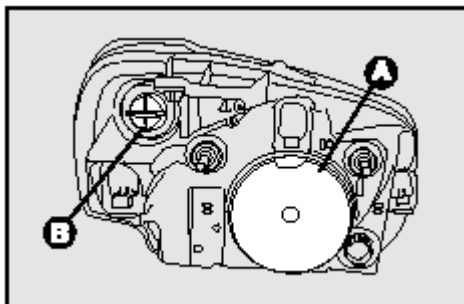
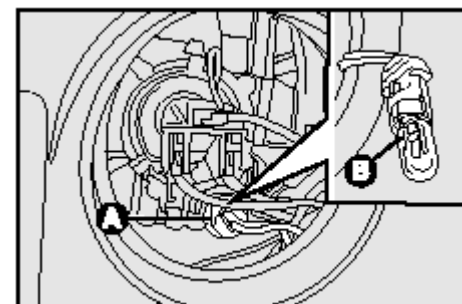

рис. 23
рис. 24
- Извлечь резиновую заглушку **А** – рис.23;
- Поверните против часовой стрелке патрон **А** – рис.24 и извлеките его;
Установить на новую лампу, установите на место патрон **А** – рис.24 , а затем установите правильно защитную заглушку **В** – рис.23.
- Извлечь защитную крышку **A** – **рис.23**;
- Выведите из зацепления пружину по направлению указанному стрелками **рис.23**;
- зафиксируйте лампу пружиной и установите на место защитную крышку **A** – **рис.23**.
- Поверните против часовой стрелки защитную крышку **B** - **рис.23**;